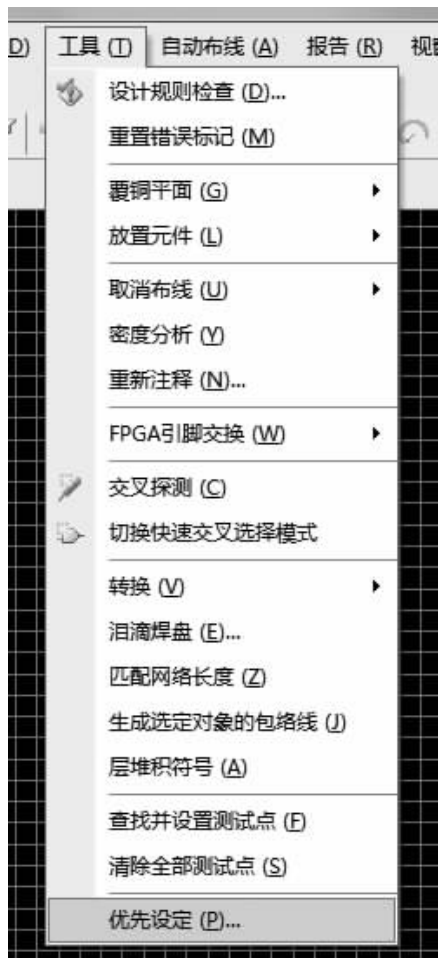

图 5-14 执行“优先设定”命令
(1)如图 5-14 所示,执行“工具”→“优先设定”命令,弹出如图 5-15 所示的“优先设定”对话框。